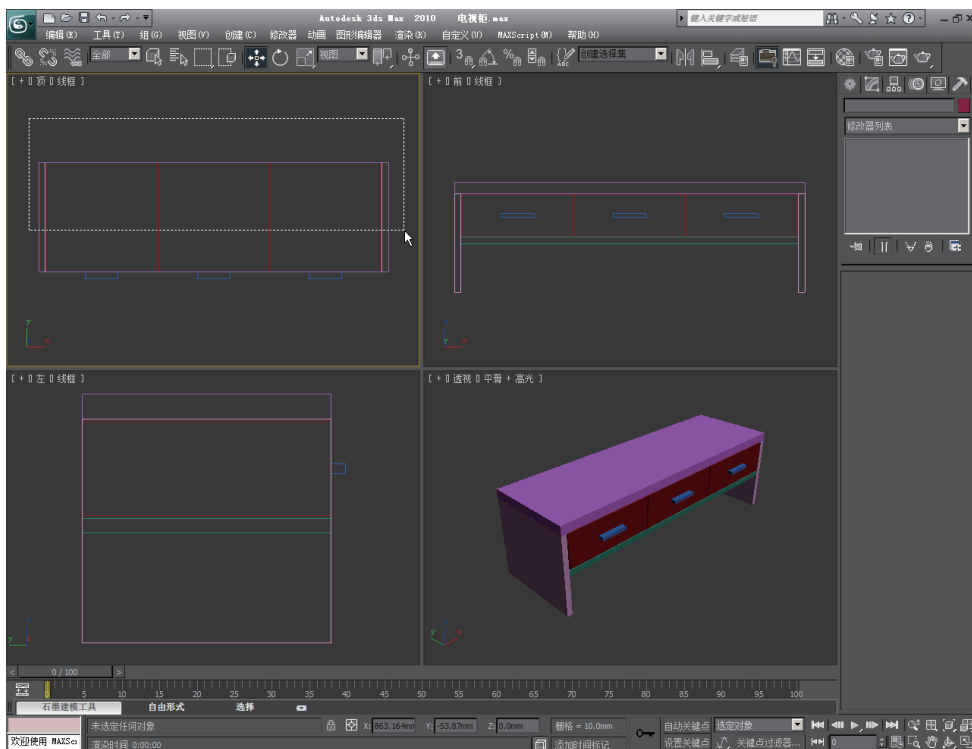
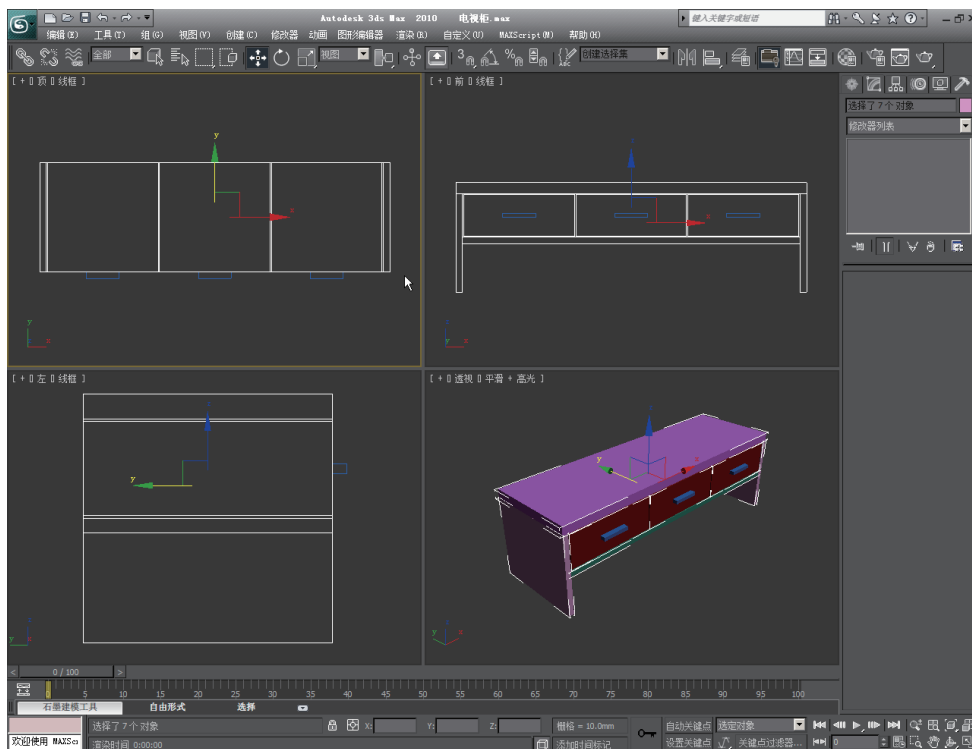

图2-31 在顶视图中框选
图2-32 选择的范围
(1) 选中除抽屉拉手外的所有模型。这一步操作应在顶视图进行框选，如图2-31、图2-32所示。